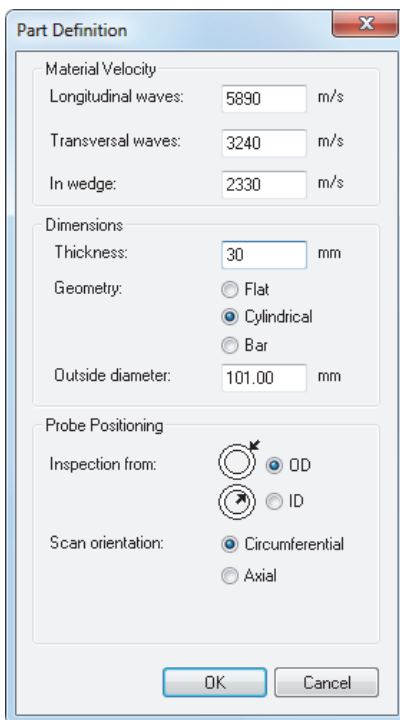

図 4-14 **[Part Definition]** ダイアログボックス
4. **[Part Definition]** ダイアログボックスで（115 ページの図 4-14）、次の手順に従います。